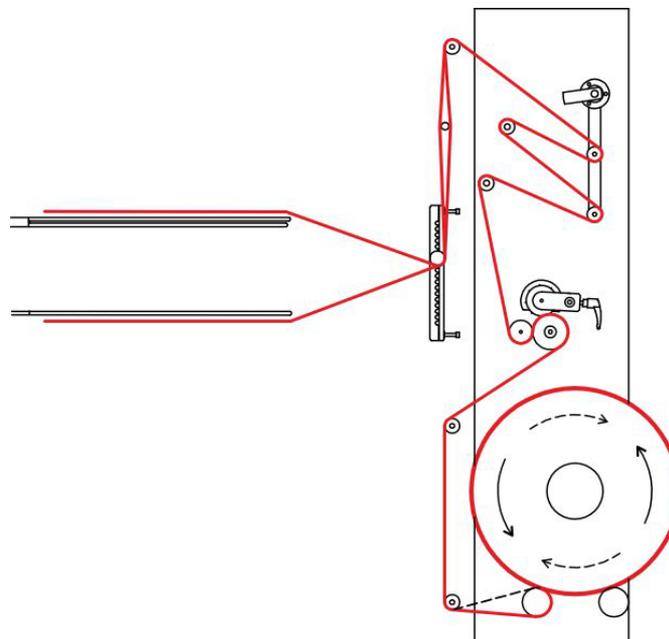

Fig. 8.4.5
A este ponto é necessário prestar especial atenção pois para continuar o enrolamento do filme nos rolos, como indicado na fig. 8.4.5, é necessário arrastar o filme e mover manualmente o dispositivo para desenrolar (10), operação que implica a ativação do motor do desenrolador com o risco residual de enredamento.